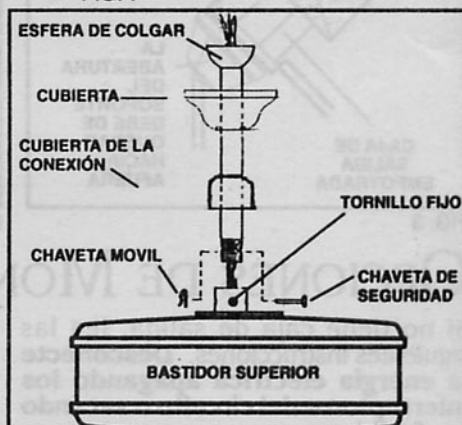

FIG. 8
Paso 4. Meta cuidadosamente los alambres del ventilador hacia arriba, a través de la barra. Atornille la barra a la conexión hasta que los agujeros de la barra y la conexión queden alineados. Después, reemplace la chaveta de seguridad y la chaveta móvil. Apriete tornillos fijos. (Fig. 8)
Paso 5. Deslice la cubierta de la conexión y la cubierta en la rodillo. La cubierta debe de quedar sobre la cubierta de la conexión. Vuelva a instalar, con mucho cuidado, la esfera de colgar en el rodillo, asegurándose que la chaveta móvil y los tornillos fijos estén en la posición correcta, el juego de tornillos este apretado y que los alambres no estén enredados. (Fig. 8)